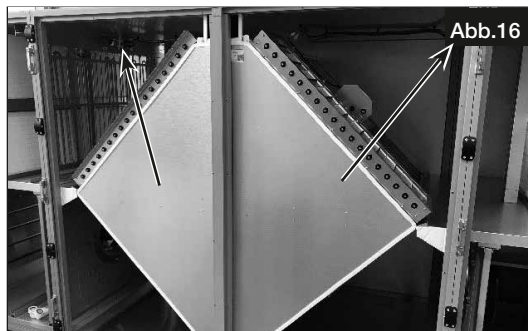

Abb.16
2. Module elektrisch über vorkonfektionierte Stecker verbinden (s. Abb.16).